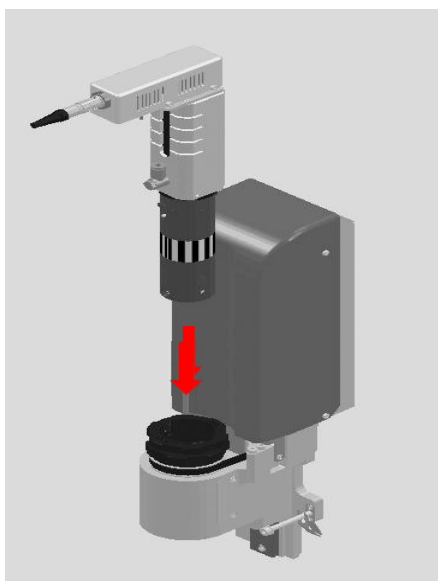

Рис. 31
■ Вставьте держатель инструмента PRT в режущую головку (рис. 31), чтобы красная точка держателя инструмента PRT совместилась с красной точкой на режущей головке, затем вставьте его в отверстие на головке.